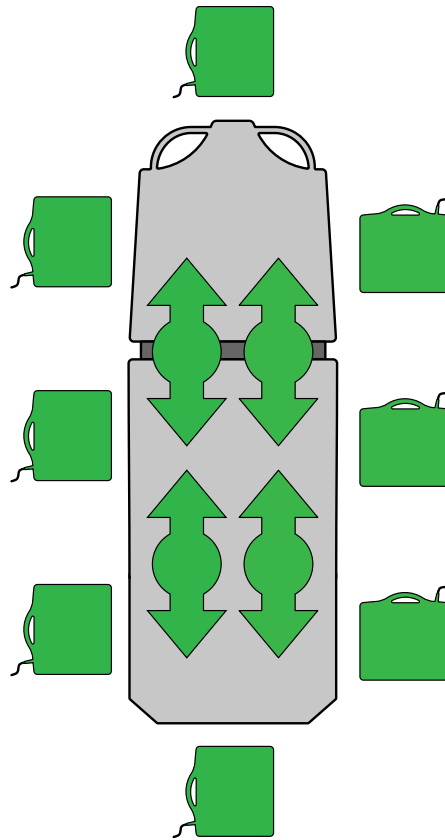

**Figure 21 – Insertion ou retrait des cassettes radiographiques**
1. Centrer le patient sur le produit en utilisant les étiquettes d'indication de position situées sur les quatre côtés du produit (Figure 21).